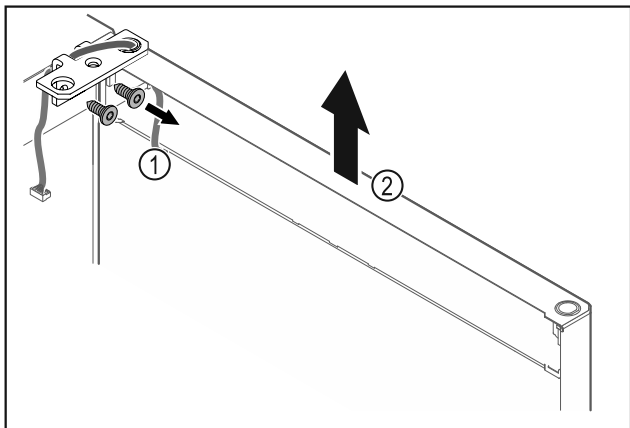

Fig. 26
- ▶ Kruvige šarniirnergik Fig. 26 (1) maha.
- ▶ Tõstke ust koos šarniirnergikuga Fig. 26 (2) umbes 200 mm otse ülespoole ja võtke maha.